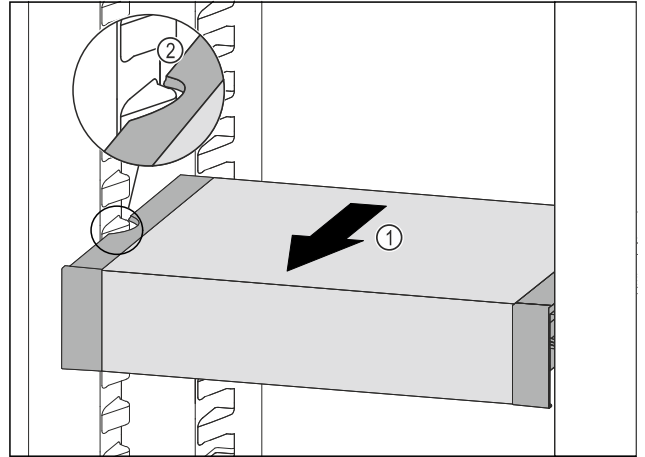

Fig. 91
- ▶ Tire del VarioSafe hacia delante Fig. 91 (1) hasta que los huecos laterales del VarioSafe se encuentren a la altura de la nervadura del recipiente en el compartimento del frigorífico. Fig. 91 (2)